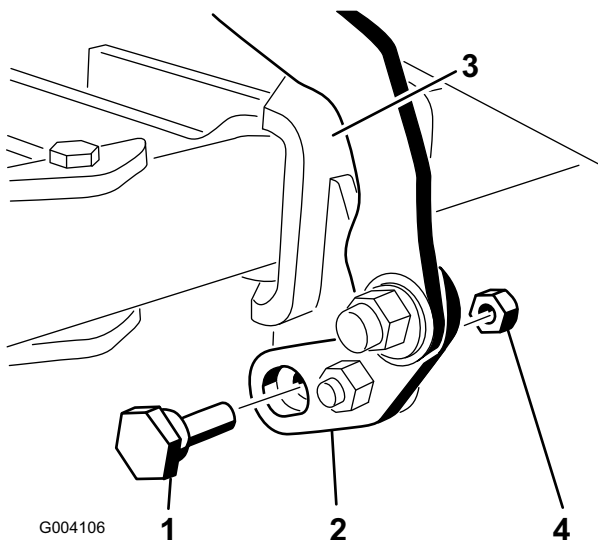
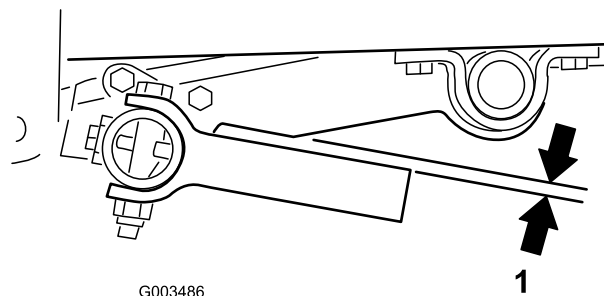

Figura 16
Figura 20
6. Montare il bullone eccentrico attraverso la parte inferiore dell'aletta orientabile e della staffa orientabile e bloccarla con un dado di bloccaggio (5/16 pollice) (Figura 16).
2. Ruotare il bullone eccentrico in entrambe le direzioni fino a collocare i punzoni della barra parallelamente al braccio di sollevamento (Figura 16 e Figura 20).